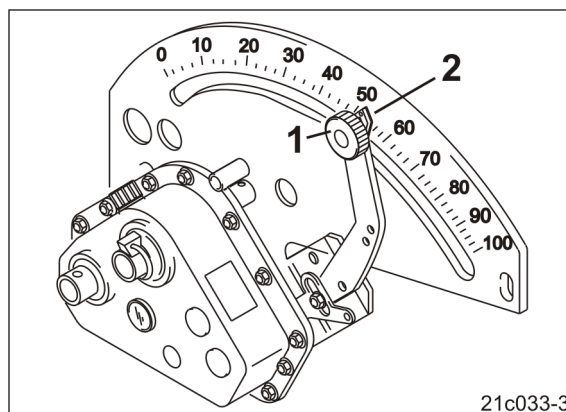

Рис. 156
5. Відпустіть фіксуючу головку (Рис. 156/1).
7. Встановіть стрілку (Рис. 156/2) важеля редуктора на значення налаштування редуктора.